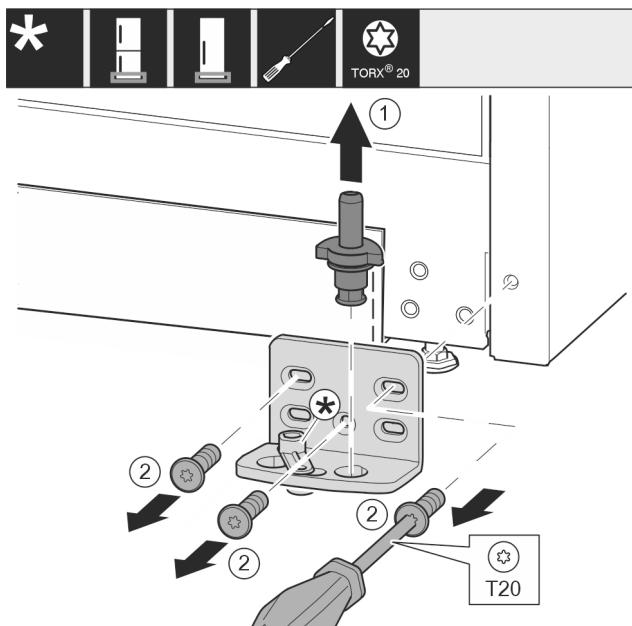

Fig. 13
- Nxirri jashtë komplet bazamentin mbështetës nga lart. Fig. 13 (1)
- Nxirri jashtë vidën me një kaçavidë T20 dhe hiqni bazamentin mbështetës. Fig. 13 (2)